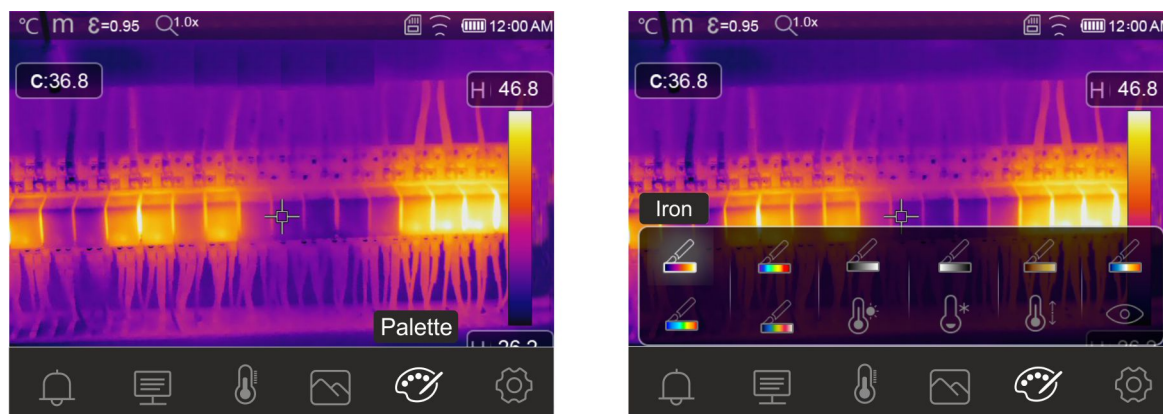

Fig. 39: Selección paletas colores y funciones isotermas
2. Toque el icono “” para entrar en el menú “Menú Paleta”. La pantalla de Fig. 39 – parte derecha se muestra en el visualizador